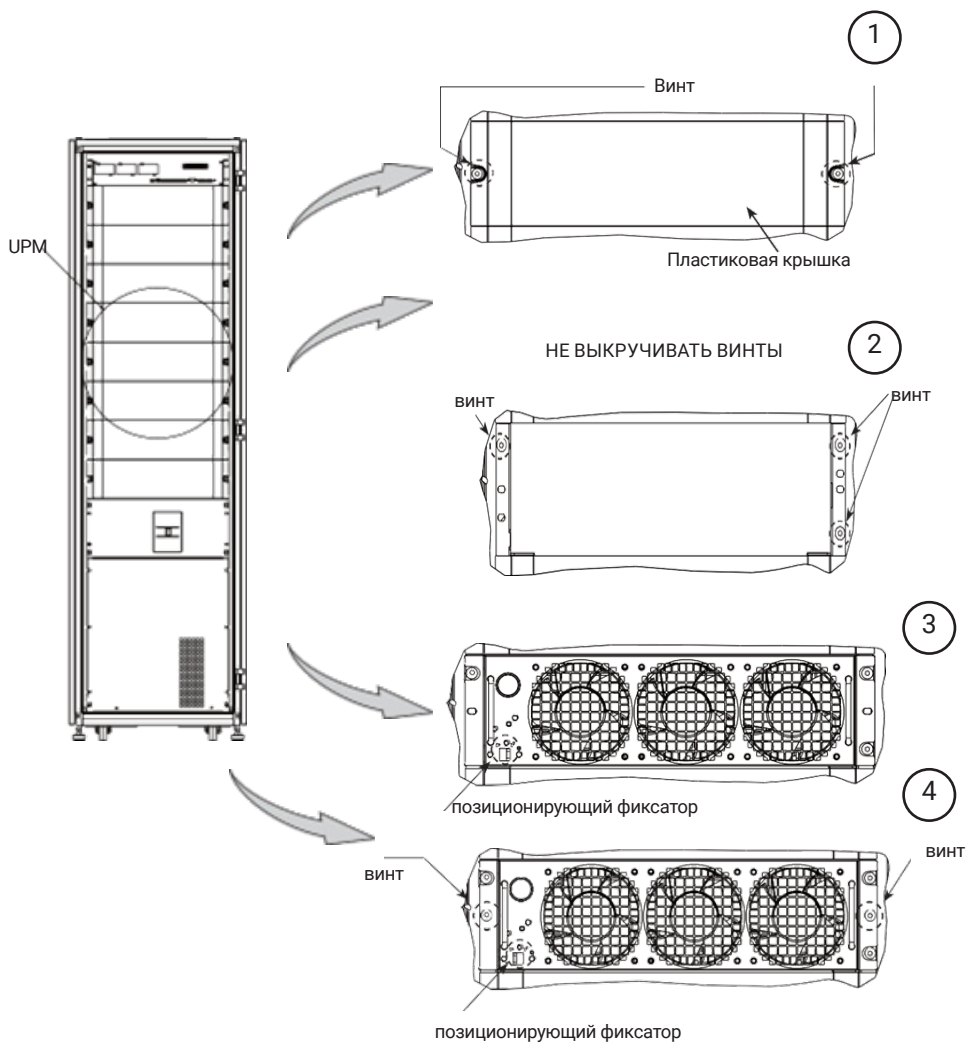

Рис. 6-44. Установка UPM
3. Достаньте модуль UPM из упаковочной коробки. Проверьте, открыт ли позиционирующий фиксатор «» на передней панели модуля. Если он заперт «», откройте его «», поднимите модуль, вставьте в гнездо и надавите на модуль (см. Рис. 6-44).
6. Нажмите на фиксатор на передней панели, чтобы закрыть его «» (см. Рис. 6-44).